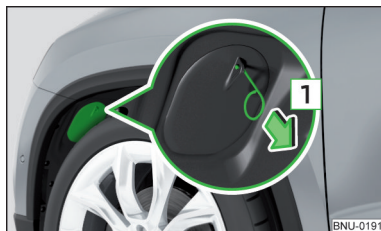

Fig. 346
- Ajustar las ruedas delanteras de la manera, que la tapa correspondiente en la carcasa delantera de la rueda es accesible » fig. 346.
- Colocar y presionar la cubierta en la apertura correspondiente » fig. 346. La cubierta deberá enclavarse de modo seguro.